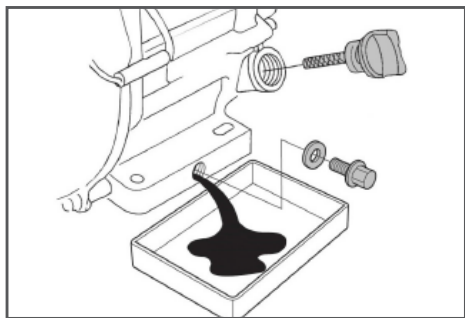

Рис. 18 Замена масла в двигателе
6. Открутите пробку для слива масла и слейте отработанное масло в подготовленную для этого емкость (Рис. 18).